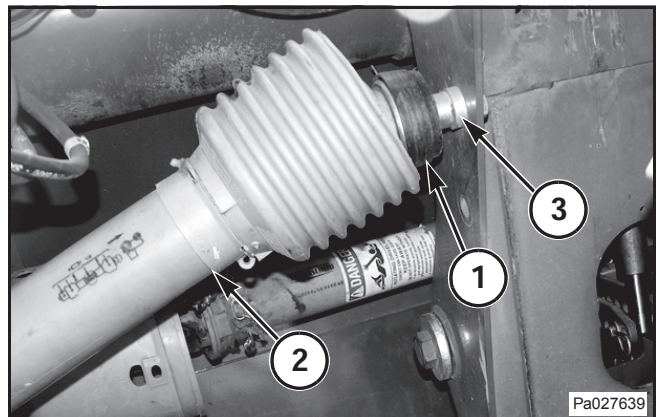

FIG. 8
FIG. 8: Presione el collar con tensión del resorte (1) hacia dentro, en la dirección del eje (línea) de accionamiento (transmisión) (2) y remueva la línea de transmisión del perno de transporte (3).